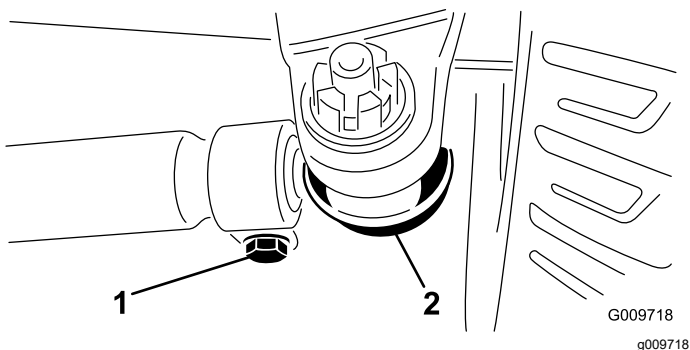

Figura 73
3. Para ajustar, retire la chaveta y la tuerca de cualquiera de las articulaciones esféricas de la biela (Figura 73). Retire la articulación esférica de la biela del soporte del cojinete del eje.
4. Afloje las abrazaderas en ambos extremos de las bielas (Figura 73).